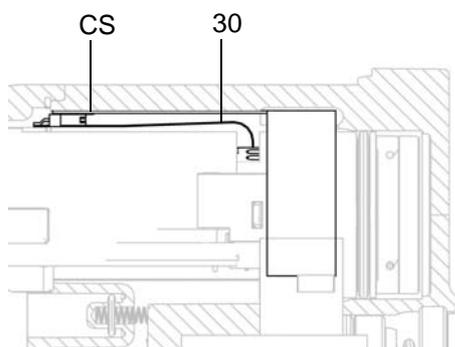

Fig. 36 . Raccordement du circuit flexible
8. Introduire l'alimentation électrique/la turbine dans le corps du pistolet (10). Assurez-vous que les barrettes de terre (EE) sont bien en contact avec le corps.
**Pour les modèles Smart uniquement :** alignez le connecteur du circuit flexible à 6 broches (30) avec la prise (CS) en haut du corps du pistolet. Consultez la FIGURE 36.